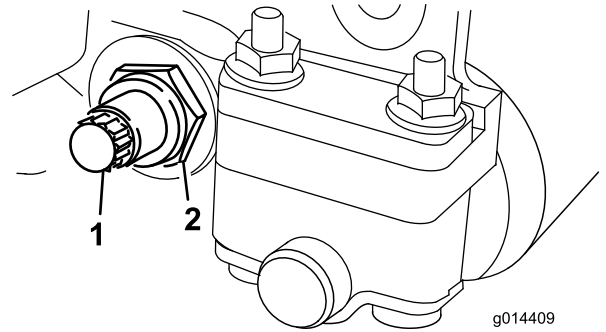

Bild 22
3. Lösen Sie an jeder Seite der Maschine die Sicherungsmutter, mit der die Schraube des Untermesserträgers befestigt ist (Bild 22).